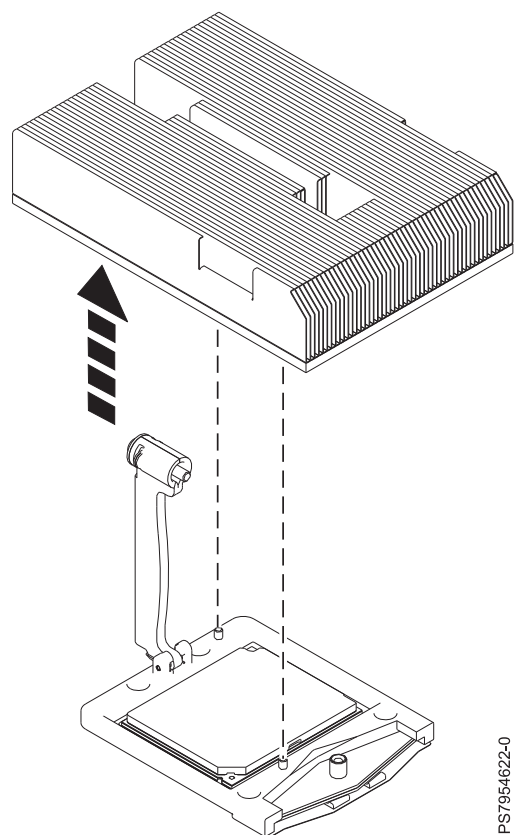

図 33. ヒートシンクの取り外し
- b. ヒートシンク **(B)** の両サイドにある溝の部分をつかみ、上方向に持ち上げてヒートシンクを取り外します (77 ページの図 33 を参照)。マイクロプロセッサが上側になるように、ヒートシンクを静電気の放電 (ESD) から保護された面に置きます。